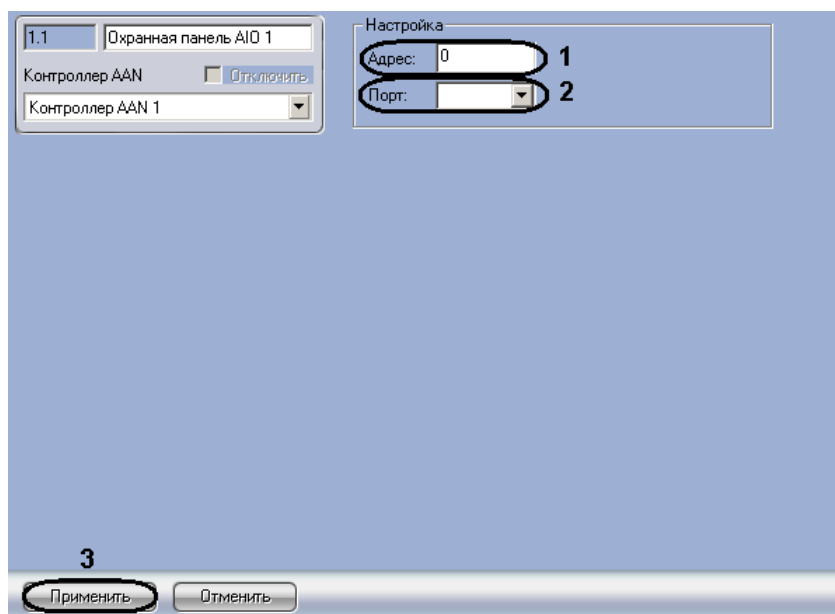

Рис. 3.3-4 Панель настроек объекта Охранная панель АИО
1. Перейти на панель настроек объекта **Охранная панель АИО** (Рис. 3.3-4).
2. Ввести в поле **Адрес**: уникальный адрес охранной панели АИО (см. Рис. 3.3-4, 1).
3. Из раскрывающегося списка **Порт**: выбрать порт подключения охранной панели АИО (см. Рис. 3.3-4, 2).
4. Для сохранения изменений нажать кнопку **Применить** (см. Рис. 3.3-4, 3).